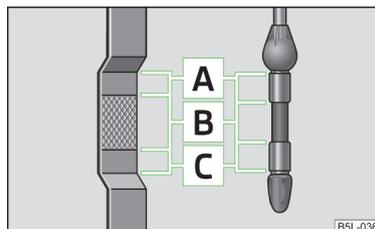

Abb. 127
- Liegt der Ölstand oberhalb des Bereichs  » Abb. 127 auf Seite 170,  nicht weiterfahren! Den Motor abstellen und die Hilfe eines Fachbetriebs in Anspruch nehmen.
Der Ölmesstab zeigt den Motorölstand an » Abb. 127.
- Der Ölstand darf keinesfalls oberhalb des Bereichs **A** » Abb. 127 liegen - es besteht die Beschädigungsgefahr der Abgasanlage!